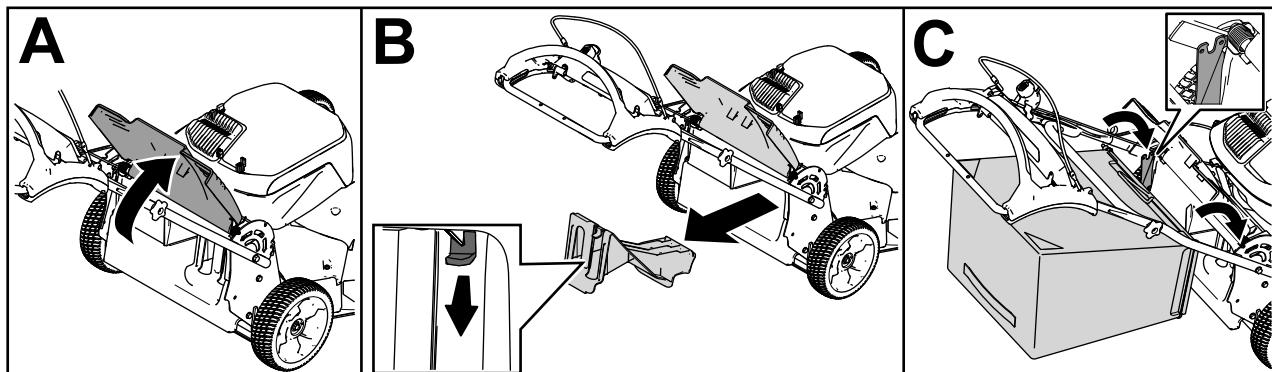

Bild 18
1. Heben Sie das hintere Ablenklech an und halten Sie es hoch (A in Bild 18).
2. Drücken Sie zum Entfernen der Heckauswurfklappe den Riegel mit dem Daumen nach unten und ziehen die Klappe aus der Maschine (B in Bild 18).
3. Setzen Sie die Fangkorbstange in die Kerben an der Unterseite des Holms ein und bewegen Sie den Fangkorb nach vorne und hinten, um sicherzustellen, dass die Stange richtig in den Kerben sitzt (C in Bild 18).